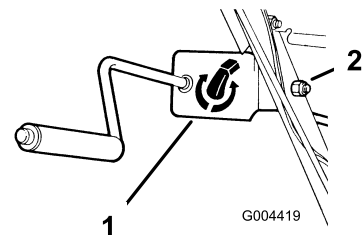

Figure 10
1. Fixez le support et la tige d'orientation de l'éjecteur du côté gauche du guidon à l'aide du boulon et du contre-écrou, comme illustré à la Figure 10.
5. Serrez le contre-écrou de fixation du support d'orientation de l'éjecteur (Figure 10).